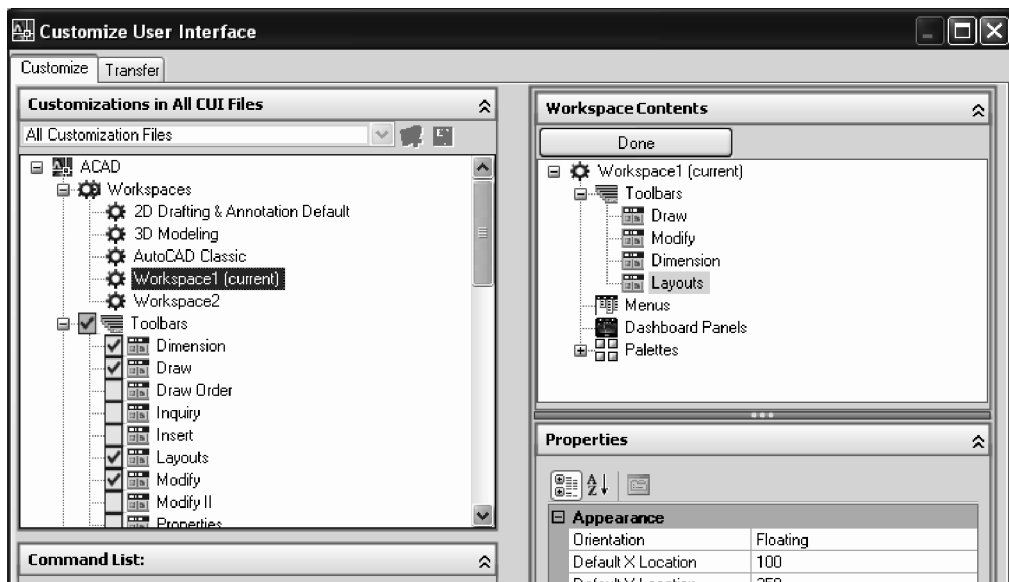

Fig. 3.13 Afışarea unui meniu grafic
4. Se deschid (+) listele **Toolbars** din structurile arborescente ale celor două panouri – Fig. 3.13.